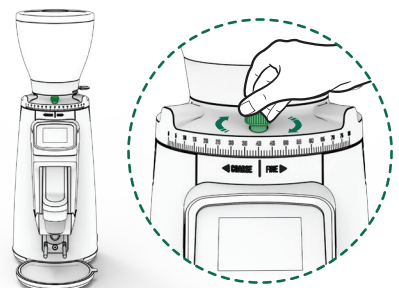

Fig. 8
Una vez alcanzado el punto de molienda deseado (16), se puede fijar usando el freno regulador de molienda (7) (Fig. 8).